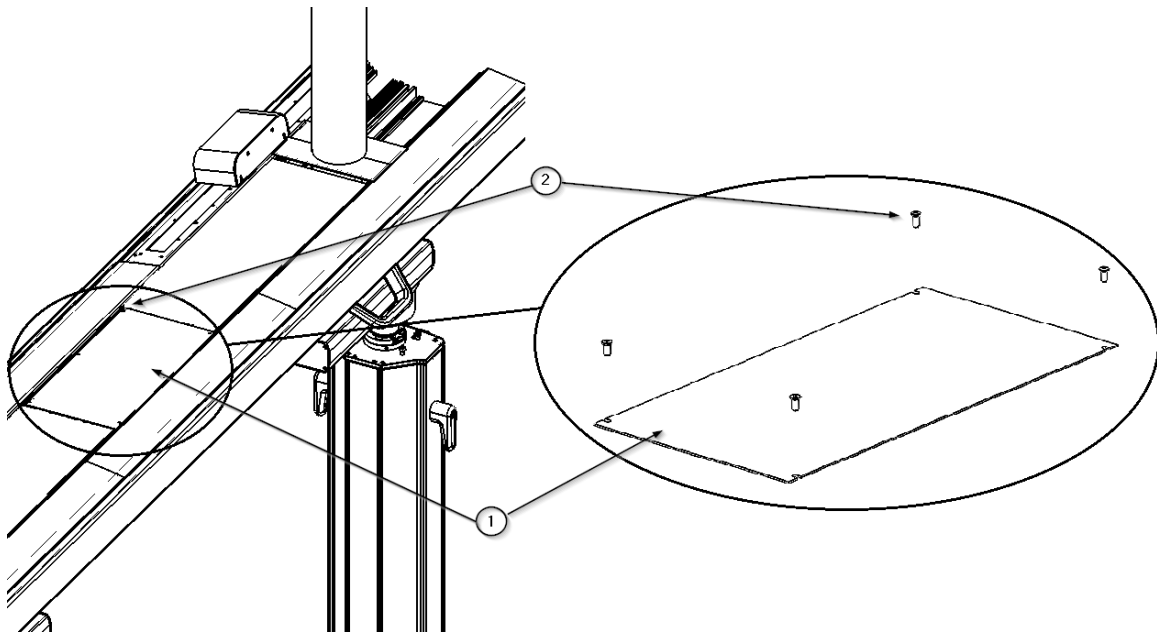

Fig. 7 Verwijderen van de polycarbonaat diffuser
- Plaats de polycarbonaatkap ① terug en draai de 4 verzonken schroeven M6 x 16 ② DIN 935 vast zoals aangegeven in afbeelding 7.